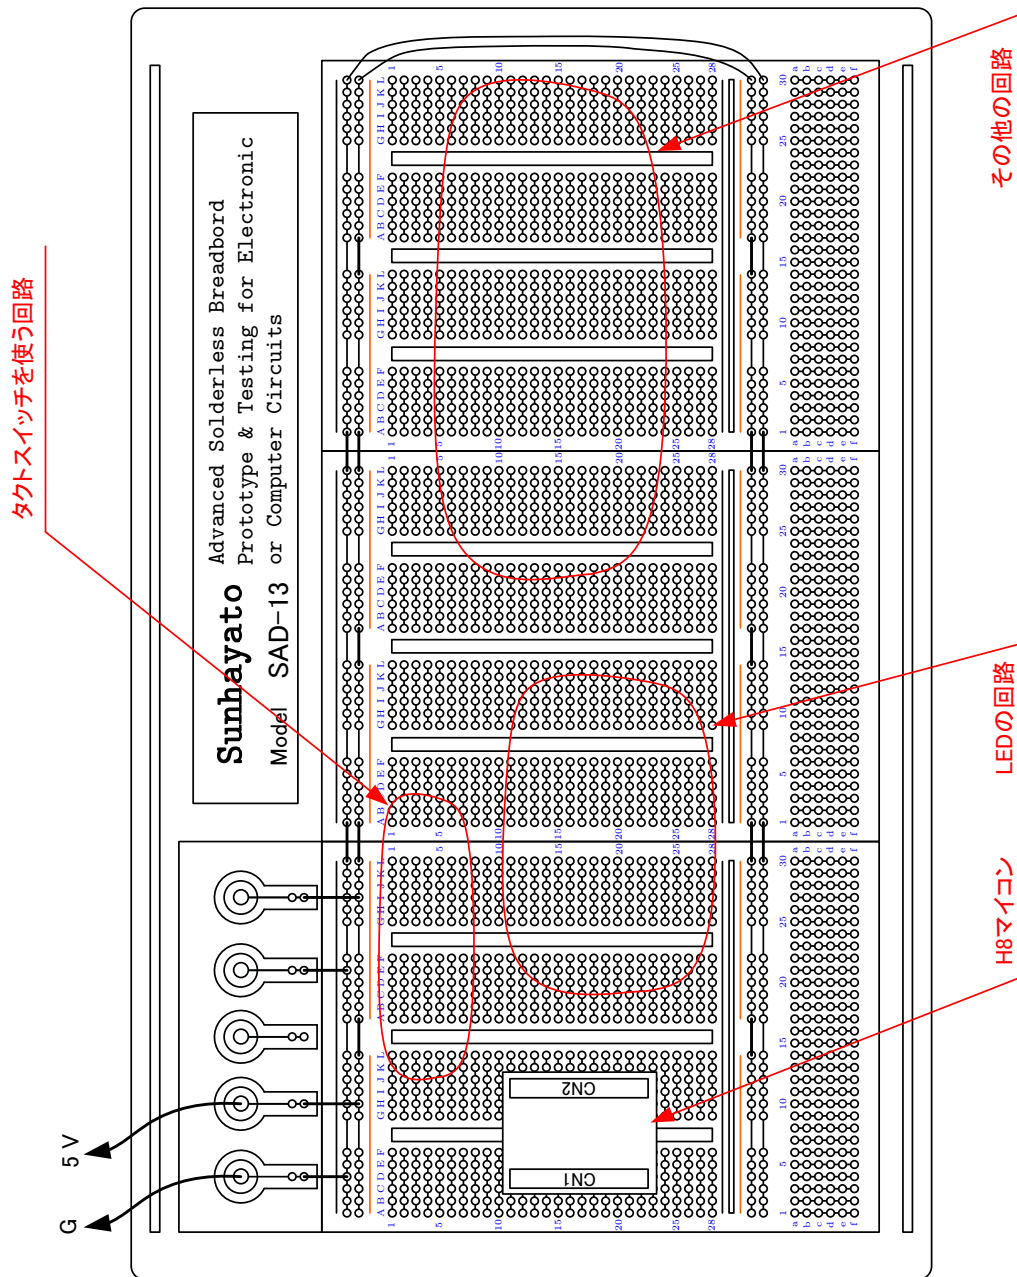
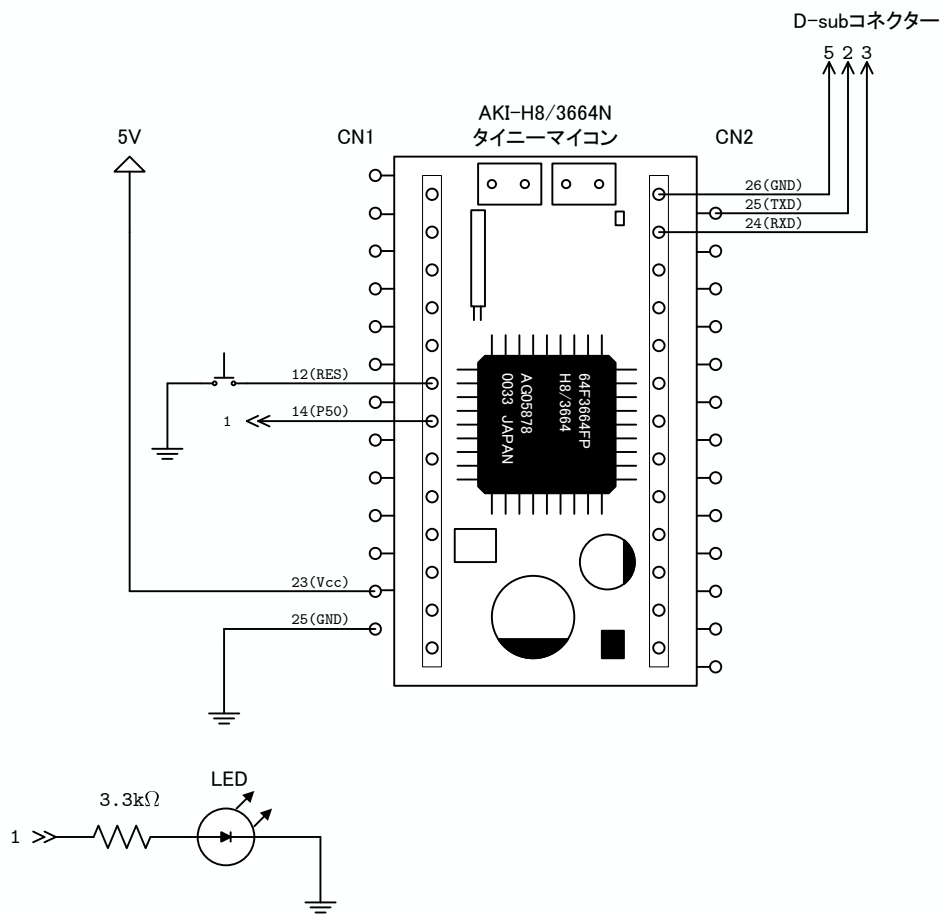

図 5: ブレッドボード上の配置
図 9: LED 点灯実験回路
- ここでの実験は，順を追って回路を組み上げる．回路のレイアウトをきちんとなしないと，最後の方で配線が大変になる．図 5 で示すようにブレッドボードに回路を配置すれば，きれいに仕上る．
ここでは、回路をブレッドボード (bread bord)²上に作成する (図 5)。通常、回路の作成にはハンダ付の作業が伴う。しかし、ブレッドボードを使うとその作業が不要となり、回路の変更が容易である。学生実験や回路のテストを行う場合、とても都合が良い。
1. 図 9 のような回路をブレッドボード上に作成する。回路を作成しているとき、その部品の破損を防ぐために電源を接続してはならない。意図しない電流が素子に流れることがあるからである。図 5 の配置に従い、H8 マイコンや LED、スイッチ類を配線すること。